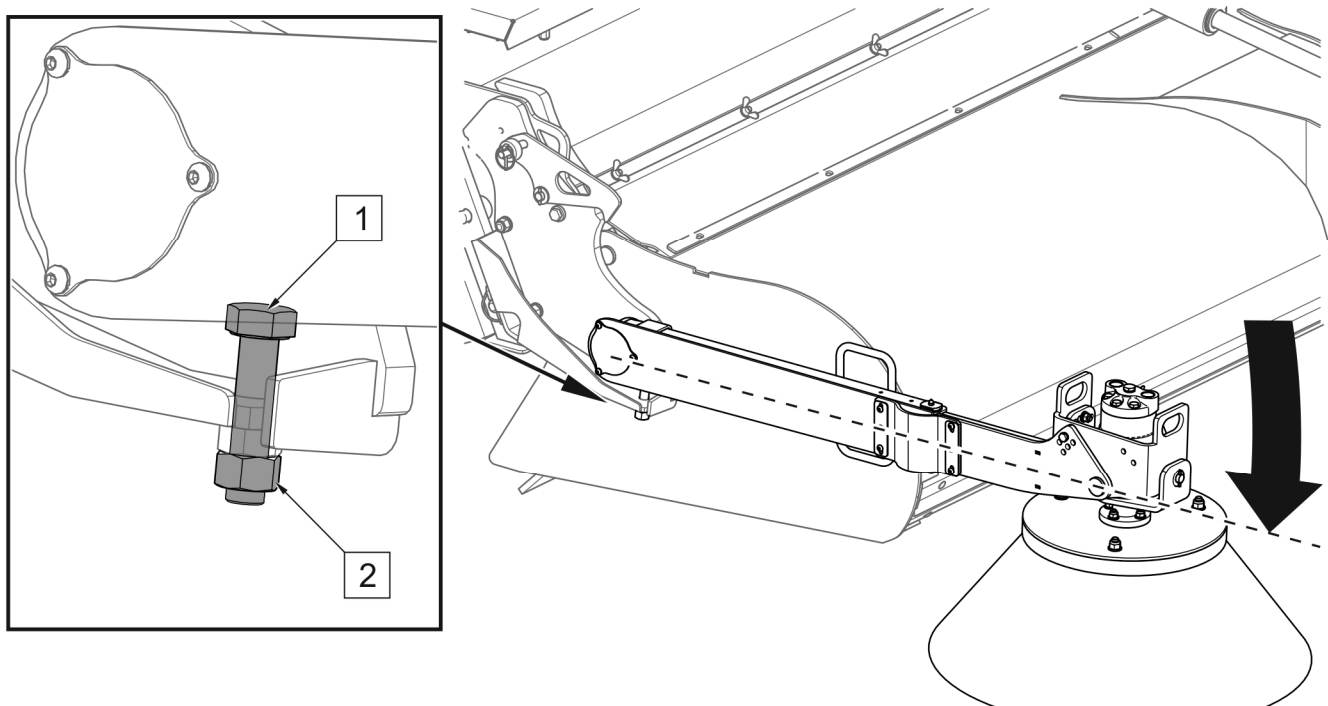

ABBILDUNG 5.3 Einstellung des Druckbegrenzers der Seitenbürste
- Einstellung des Druckbegrenzers (ABBILDUNG 5.3).
(1) - Schraube des Druckbegrenzers (2) - Kontermutter
Während des Betriebs wird der Bürstendruck mithilfe der Schraube des Druckbegrenzers (1) begrenzt. Um den Druck der Seitenbürste einzustellen (ABBILDUNG 5.3), müssen die Kontermutter (2) gelöst und gegebenenfalls die Schraube des Begrenzers (1) etwas weiter ein- bzw. ausgeschraubt werden. Das Ergebnis überprüfen und, wenn die Einstellung abgeschlossen ist, die Kontermutter (2) wieder festziehen.
Je nach Verschleiß der Seitenbürste muss der Druckbegrenzer entsprechend neu eingestellt werden (ABBILDUNG 5.3)